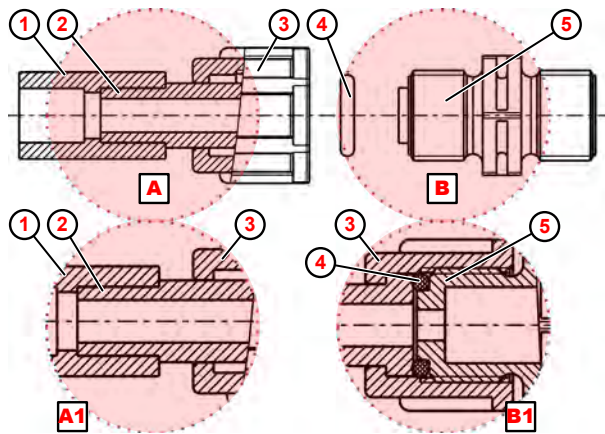

Fig. 10: Raccord de conduit avec joint soudé
1. ➤ Souder le joint soudé ( Fig. 10 , ① ) au raccord de flexible.
2. ➤ Placer le joint torique ④ dans la rainure de la soupape d'aspiration ou de refoulement ⑤ .
3. ➤ Serrer l'écrou-raccord ③ à fond (détail **B1** ).